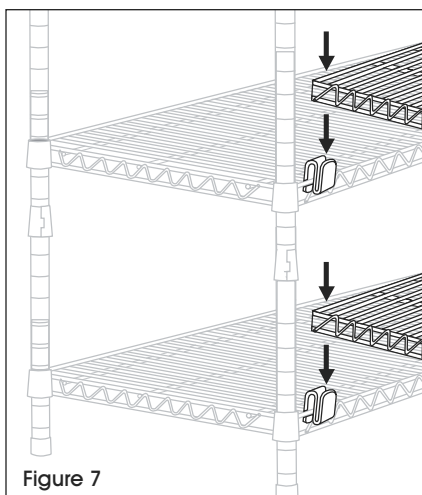

Figure 7
Installez deux crochets en S sur les bords de chaque tablette de l'unité de base. Répétez la procédure pour chaque tablette complémentaire ajoutée. (Voir Figure 7)
- Insérez les bords de tablette de l'unité complémentaire dans les extrémités ouvertes des crochets en S. Répétez la procédure pour chaque tablette complémentaire ajoutée. (Voir Figure 7)